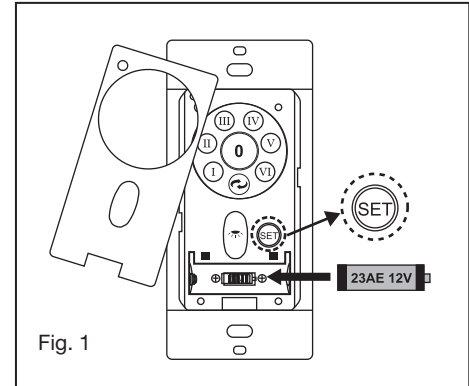

Fig. 1
- 1 Insérez le récepteur dans le haut du boîtier du ventilateur. (Fig. 1) Pour de meilleures performances, assurez-vous que l'antenne noire, à l'extrémité du récepteur, reste déployée et ne s'emmêle avec aucun des fils électriques.
- 1 Retirez l'une des trois vis du moyeu de montage situé sur le moteur du ventilateur. Desserrez les 2 autres vis. (Ne pas retirer) (Fig.1)
- 1 Retirez la plaque murale existante et l'ancien interrupteur du boîtier de prise murale. (Fig. 1)
- 5** Bouton de réglage du code "SET": Suivez les étapes ci-dessous pour utiliser le bouton de réglage. (Fig. 1)